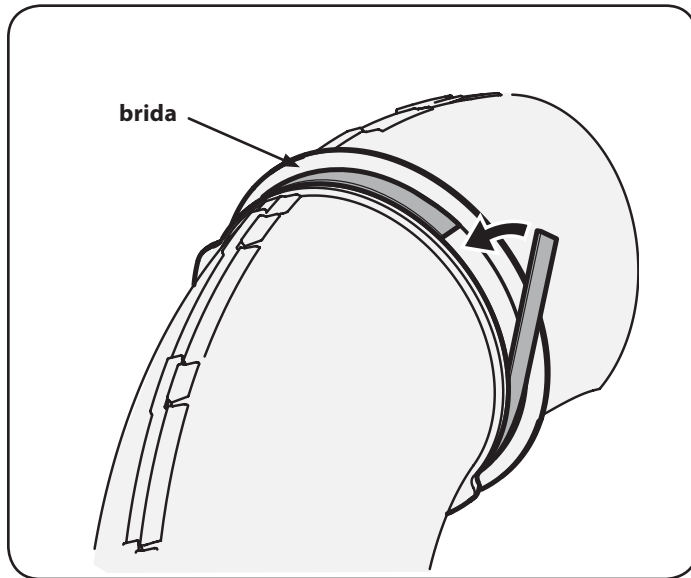

Figure 39
1. Pelar el respaldo fuera de la franja de espuma auto-adhesiva (721-04388) que ha sido incluida con el colector de césped. Aplique a la tolva superior, a ras con la brida como se muestra en la Figure 39.